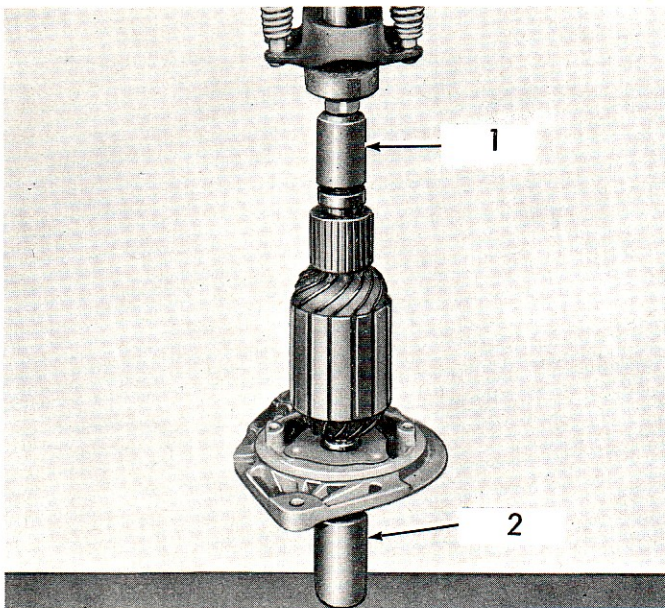

Fig. 21.
2. Emmancher à la presse le palier commande sur l'arbre d'induit en plaçant un manchon convenable sur le côté commande de l'arbre d'induit pour supporter la bague intérieure du roulement (Voir Fig. 21).